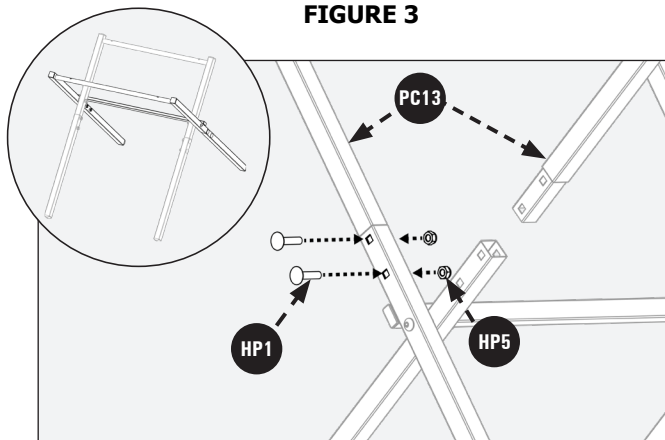

FIGURE 4
4. Tournez le socle vers le bas pour attacher les pieds. Avec le support monté en position ouverte, à l'aide d'une clé combinée de 13mm (non fournie), fixez les (4) pieds du support (PC13) sur le support à l'aide des huit boulons de carrosserie M8 x 30mm (1 3/16 pouce) (HP1) et des huit écrous de blocage M8 (HP5). Serrez les contre-écrous pour fixer les pieds au support, comme indiqué sur la Figure 4.
REMARQUE : **NE PAS** trop serrer les écrous de blocage. Voir le montage du support complété sur la Figure 4.